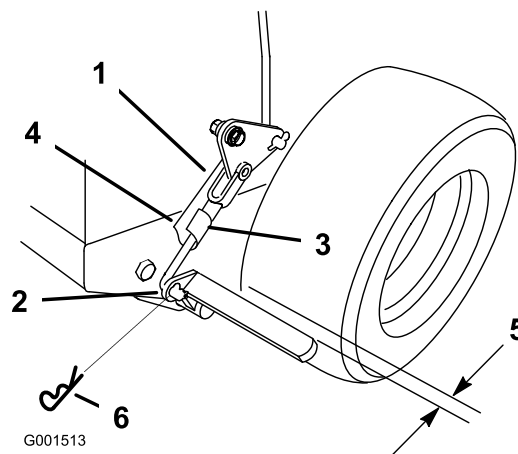

Figura 42
3. Staccate la coppiglia dal tirante inferiore del freno (Figura 42).
senso antiorario per allentare il freno di stazionamento (Figura 42).
Nota: Quando il freno di stazionamento non è inserito, dovrebbe esserci uno spazio di circa 6 mm tra lo pneumatico e la barra piatta (Figura 42).
5. Fissate il tirante inferiore alla leva inferiore del freno con la coppiglia e il perno con testa (Figura 42).